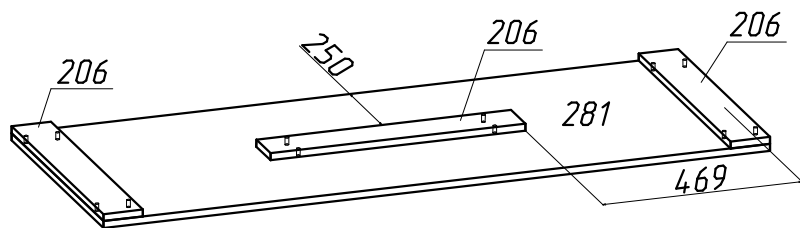

Рис.5
1. Приложить опору №206 к детали №681. (рис.5)